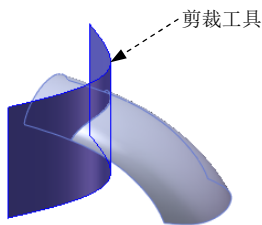

图 5.5.3 定义剪裁工具
Step4. 定义剪裁工具。选取图 5.5.3 所示的曲面为剪裁工具。